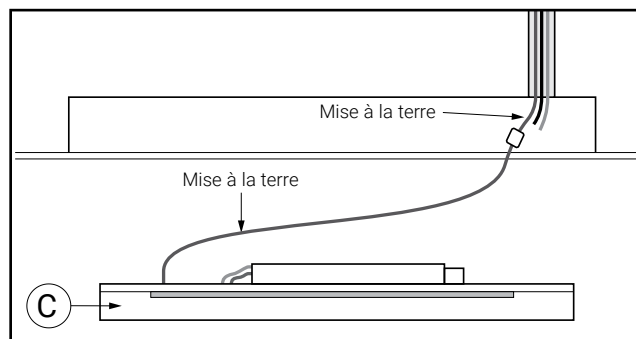

Figure 12.
12. **Situation 2** Mise à la terre : Branchez le fil de mise à la terre entrant du conduit (fig. 12).